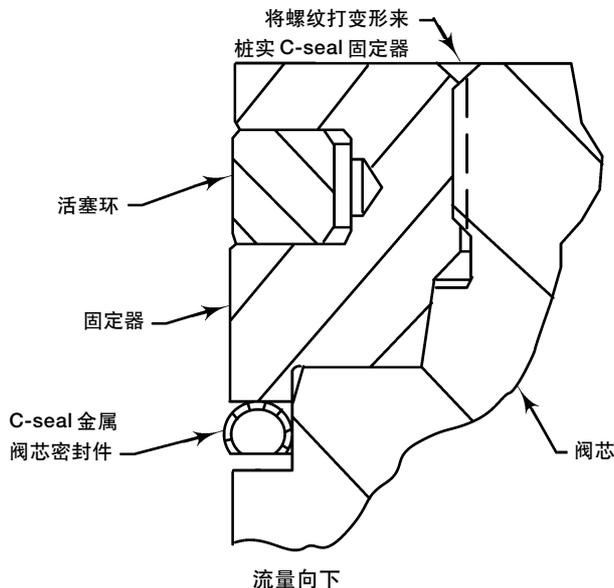

图 13. 在 C-seal 固定器螺纹上打冲眼
5. 用一个合适的工具，如冲子，将阀芯顶面上的一处螺纹打冲眼（图 13）来紧固 C-seal 固定器。
3. 找出在阀芯顶上打了冲眼的螺纹（图 13）位置。打了冲眼的螺纹紧固了固定器。用装上 0.125 英寸钻头的钻孔机将螺纹打了冲眼的区域钻掉。大约钻入金属 0.125 英寸的深度以除去桩实的部分。
纹打冲眼 (图 13) 来紧固 C-seal 固定器。